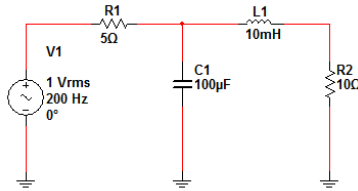

Рис. 13.1. Коло змінного струму
1. Вимірювання модуля за допомогою приладів індикатори напруги та струму і мультиметра, дозволяють вимірювати діюче значення напруг при одній частоті. Якщо ваш прилад налаштований на режим постійно струму (DC), при вимірюванні змінних сигналів AC він буде показувати значення, рівне або близьке до нуля. На відміну від справжніх вольтметрів AC вимірювальні прилади в програмі Multisim не мають верхньої межі по частоті. Індикатори забезпечують точні обчислення в діапазоні від 20 до 10^{12} Гц. Вони є ідеальними вимірювальними приладами (якщо не враховувати послідовний і паралельний опір). Єдине обмеження приладів програми Multisim полягає в тому, що можна вимірювати тільки модулі напруг і струмів. При роботі зі схемами змінного струму (рис. 13.1) цієї інформації недостатньо. Щоб визначити фазу напруги або струму, доведеться використовувати функцію SPICE AC Analysis.
Щоб скористатися функцією AC Analysis, потрібно вказати параметри джерела V₁ (рис. 13.1), які будуть вимірюватися. При